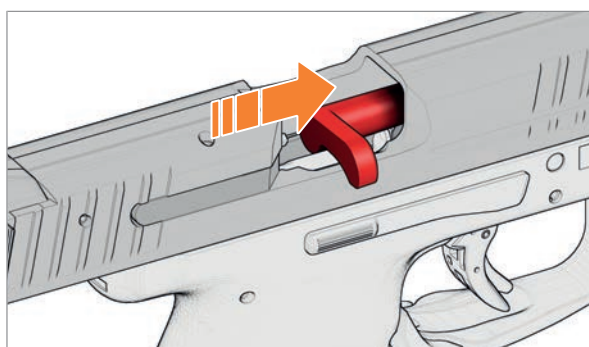

Abb. 33: Sicherheitsfahne einsetzen
3. Sicherheitsfahne in das Patronenlager einsetzen (Abb. 33).